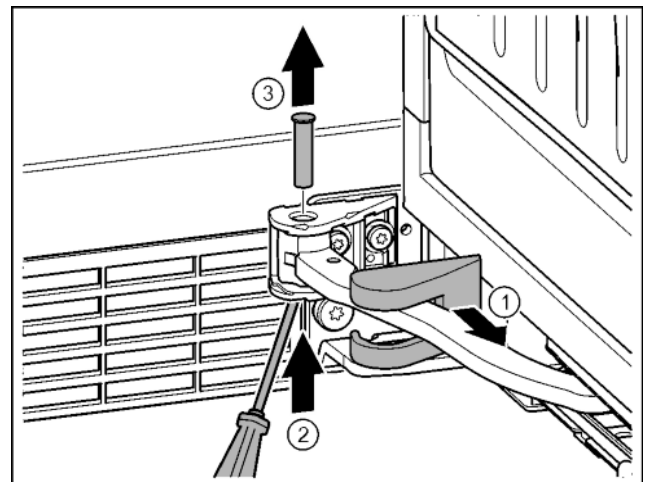

Fig. 18
- ▶ Afdekking van de lagerbus eraf trekken en langs het scharnier verschuiven. Fig. 18 (1)
- ▶ Bout met de vinger of schroevendraaier vanaf de onderkant optillen. Fig. 18 (2)
- ▶ De schroevendraaier onder de kop van de bout aanbrengen en eruit trekken. Fig. 18 (3)